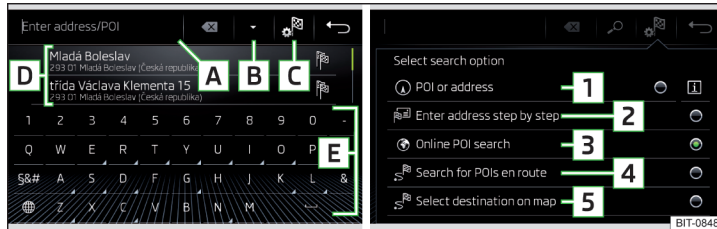
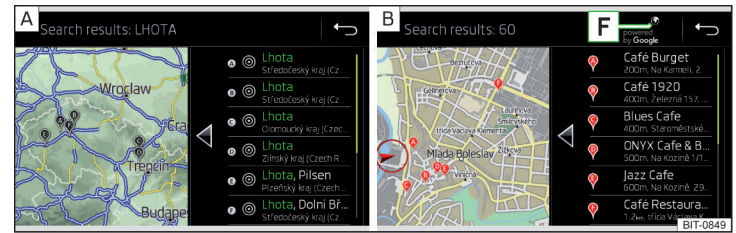
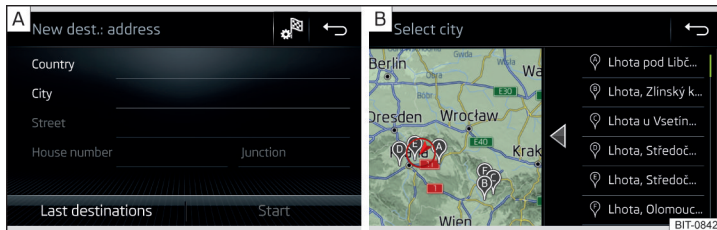

Abb. 213 Ziel suchen: Hauptmenü / Auswahl des Suchmodus
Abb. 214 Liste der aufgesuchten Ziele: in den Navigationsdaten / online
Abb. 215 Ziel über die Adresse eingeben: Hauptmenü / Liste der aufgesuchten Orte
- » Wird kein Menü zur Zielsuche, sondern eines zur Zieleingabe über die Adresse oder zur Zieleingabe in der Karte angezeigt, dann die Funktionsfläche → **1** » Abb. 213 antippen.
Beschreibung der Funktionsflächen » Abb. 213 bzw. » Abb. 214
- ▶ Die Funktionsfläche **C** → **1/2/4/5** » Abb. 213 antippen.
- ▶ Zur Anzeige der aufgesuchten Ziele die Funktionsfläche **B** » Abb. 213 antippen.
- ▶ Die Funktionsfläche **C** → **3** » Abb. 213 antippen.
- ▶ Zur Zielsuche anhand der eingegebenen Parameter die Funktionsfläche **B** » Abb. 213 antippen.
- ▶ Wird das Menü zur Zieleingabe über die Adresse » Abb. 215 - **A** nicht angezeigt, dann die Funktionsfläche **📍** → **2** » Abb. 213 auf Seite 192 antippen.
Es besteht die Möglichkeit, dass während der Eingabe eines Ortsnamens automatisch eine Karte mit einer Liste gleichnamiger Orte angezeigt wird » Abb. 215 - **B**.
- › Anschließend die Funktionsfläche → **5** » Abb. 213 auf Seite 192 antippen.